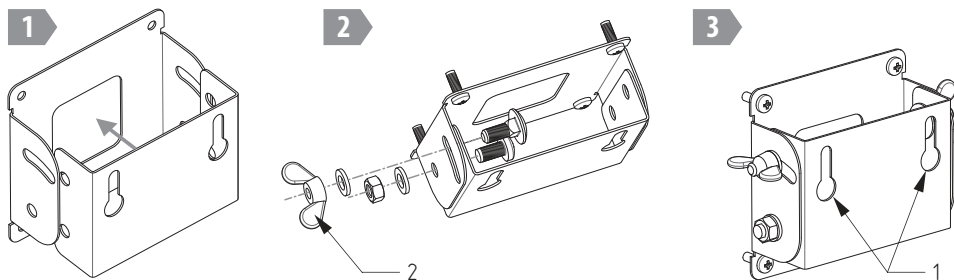
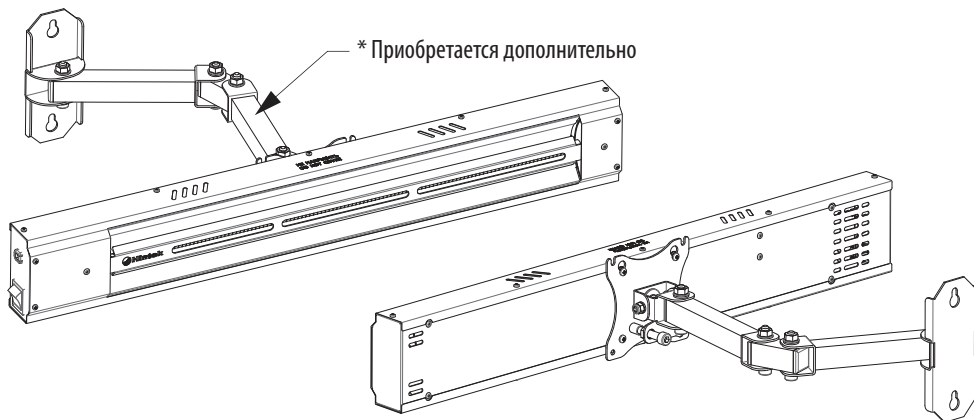

Рисунок 4.
Рисунок 5.
- 5.2. На задней панели корпуса имеются резьбовые заклепки 9, позволяющие закрепить обогреватель на кронштейне для монтажа на стену. Кронштейн позволяет регулировать угол наклона обогревателя. Вы можете закрепить кронштейн 8 из комплекта поставки или кронштейн с системой VESA MIS-D 75 (см. рис. 5) (приобретается дополнительно). Схема сборки кронштейна из комплекта поставки приведена на рис. 4.
- 6.2. Собрать кронштейн (см. рис. 4). Обратите внимание на правильность расположения отверстий на деталях!
- 6.3. Прикрутите кронштейн к корпусу обогревателя таким образом, чтобы расположение отверстий для монтажа на стену 1 (см. рис. 4) совпадало с рисунком 1, 2.
- 6.9. Выберите угол наклона обогревателя. Затяните барашковые винты 2 (см. рис. 4).